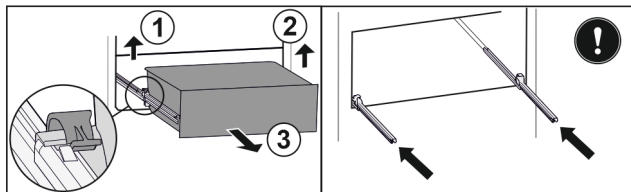

Fig. 78
- Dvignite levo spojko in hkrati povlecite predal levo naprej. Fig. 78 (1)
- Dvignite desno spojko in hkrati povlecite predal desno naprej. Fig. 78 (2)
- Predal vzemite ven v smeri naprej. Fig. 78 (3)